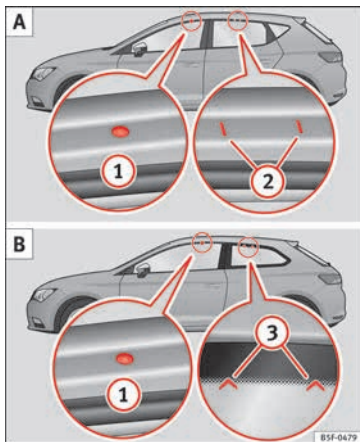

Fig. 182 Leon/Leon SC: puntos de fijación de las barras longitudinales para el portaequipajes del techo.
Los puntos de fijación delanteros y traseros ① y ② sólo pueden verse con las puertas abiertas » » fig. 182 A.
Los puntos de fijación delanteros ① sólo pueden verse con las puertas abiertas. Los puntos de fijación traseros ③ están marcados en el borde superior del cristal lateral con puntas de flecha » » fig. 182 B.